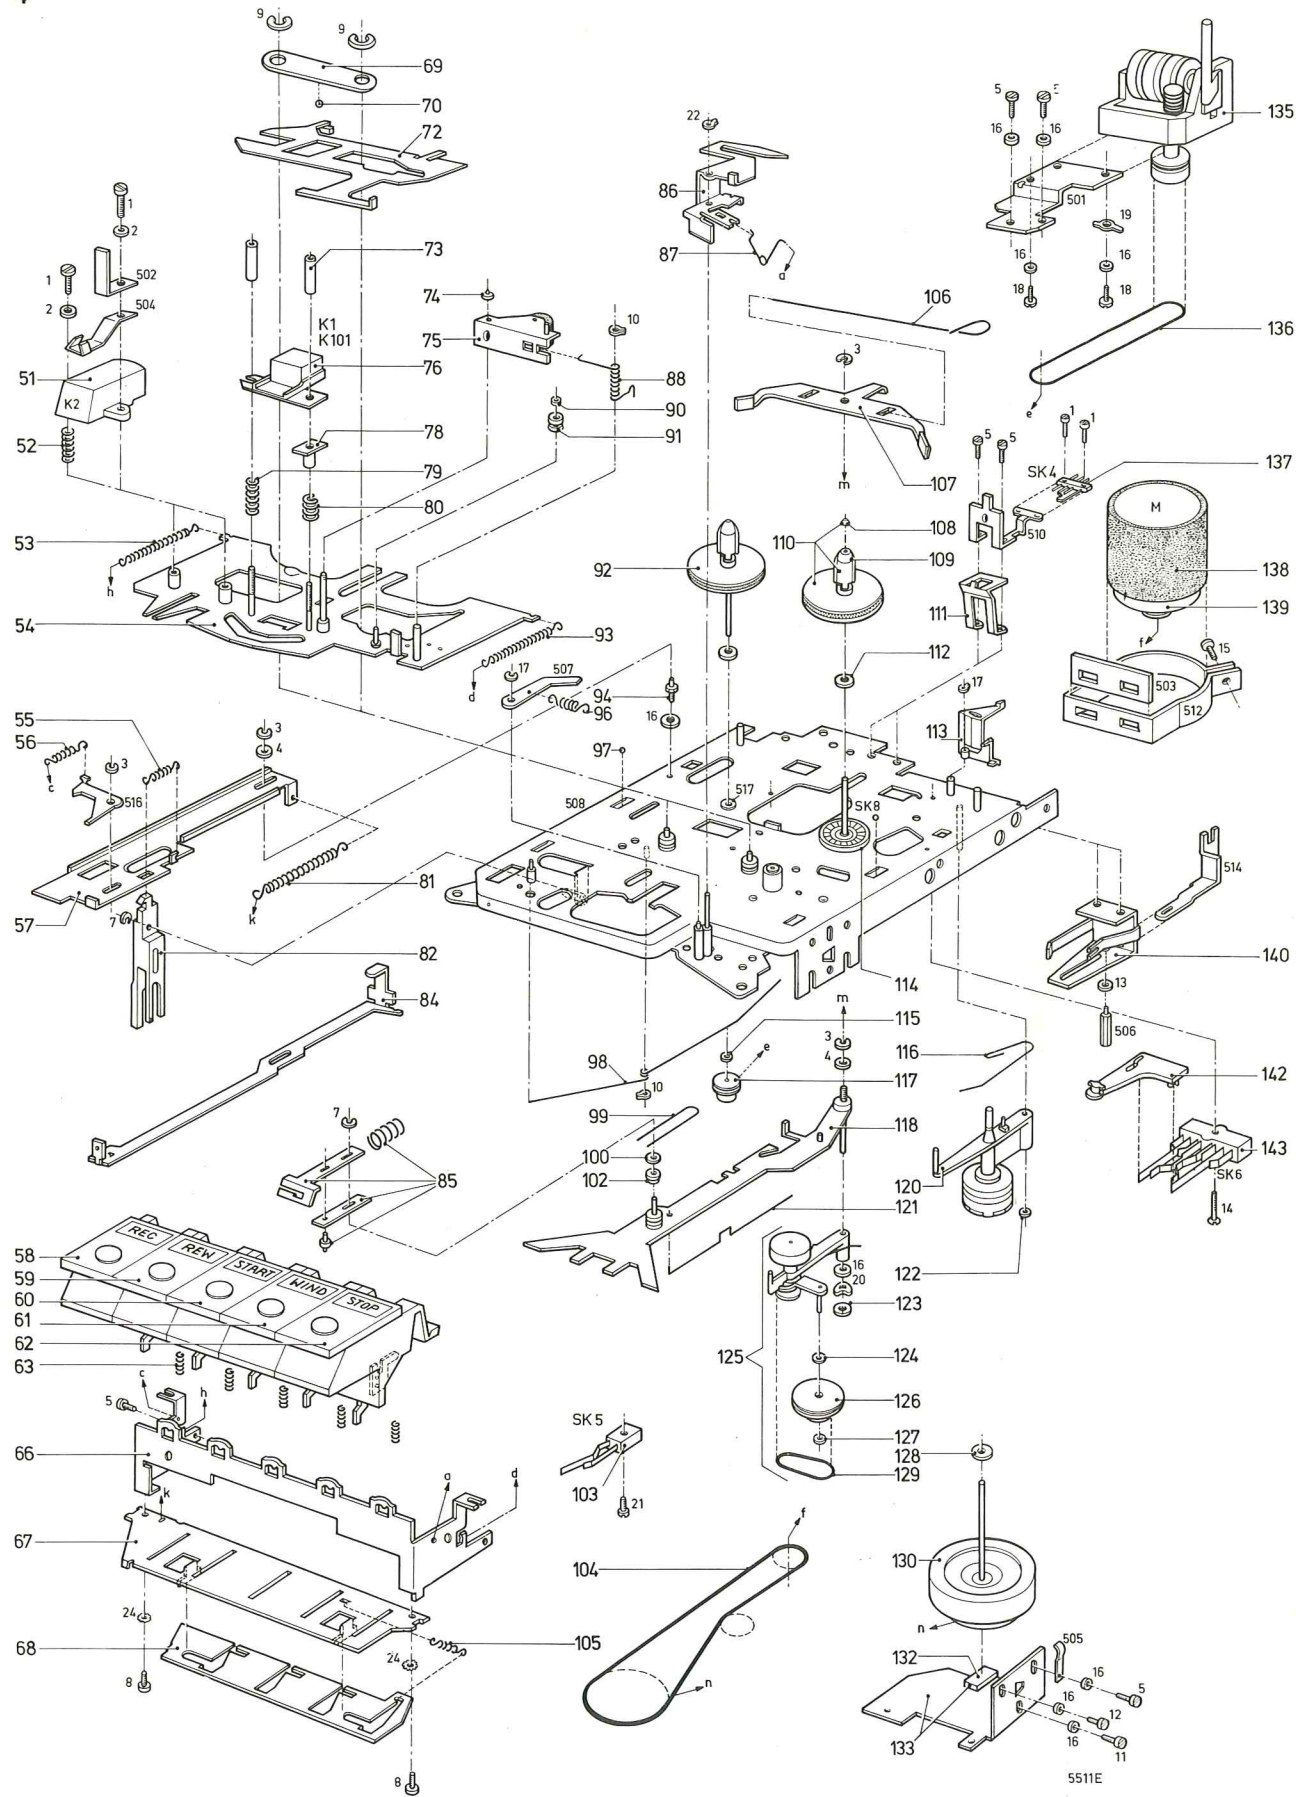

Fig. 11
III. UDSKIFTNING AF LØBEVÆRKDELE (Fig 11)
E. Udskiftning af spoletallerkerne, fig 11
F. Udskiftning af kollektoren, pos 114 (fig 11)
LISTE OVER MEKANISKE DELE (Fig. 11)